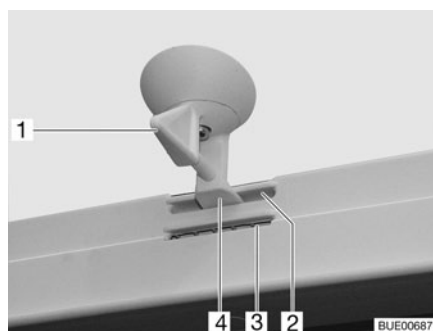
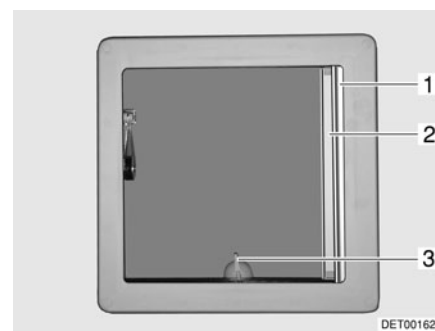

Fig. 61 Claraboya inclinable, bloqueo
Fig. 62 Claraboya inclinable
- Girar la palanca (Fig. 61,1 ó Fig. 62,3) un cuarto de vuelta.
- Girar la palanca un cuarto de vuelta. El bloqueo (Fig. 61,4) tiene que deslizarse dentro de la apertura inferior (Fig. 61,3).
- Girar la palanca un cuarto de vuelta. El bloqueo (Fig. 61,4) tiene que deslizarse dentro de la apertura superior (Fig. 61,2).
- Extraer del estor plegable (Fig. 62,1) y soltarlo en la posición deseada. El estor plegable se queda fijo en esta posición.
- Tirar la mosquitera enrollable (Fig. 62,2) hasta que engatille en el bloqueo del lado contrario.